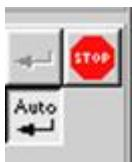

Рис. 1.3. Кнопка **Прервать команду**
6. Щелкните мышью в любой точке отрезка $p_1 - p_2$. Затем щелкните в точках p_3 и p_4 – система построила отрезок $p_3 - p_4$, перпендикулярный отрезку $p_1 - p_2$. Щелкните мышью на кнопке **Прервать команду**, рис. 1.3.